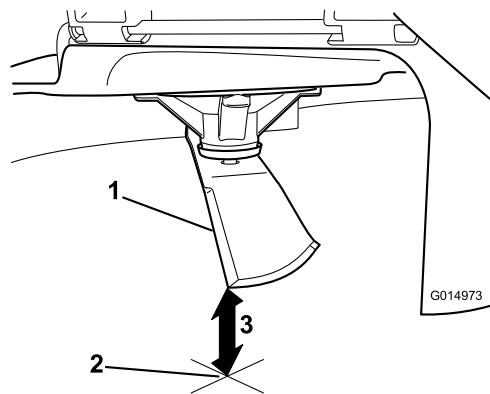

Figura 115
- 3. Mida desde la punta de la cuchilla hasta la superficie plana (Figura 115).